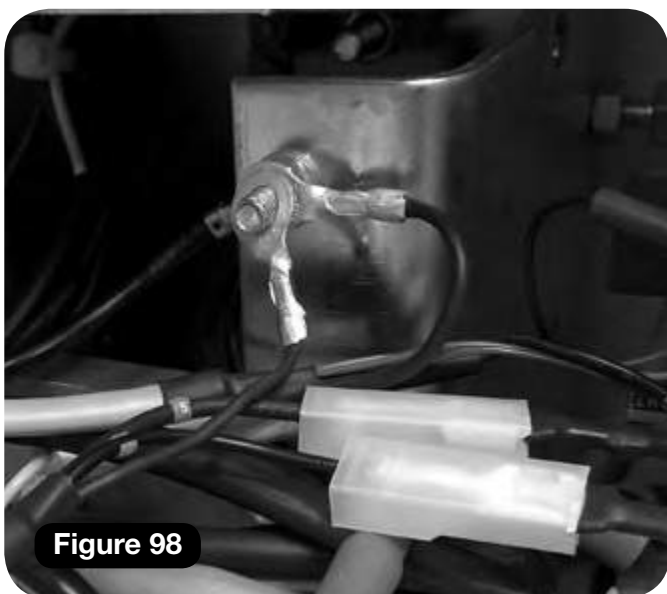

Figure 98
- 6 Connectez le faisceau terre de dérogation manuelle du pivotement sur la vis de terre du châssis (**Figure 98**).